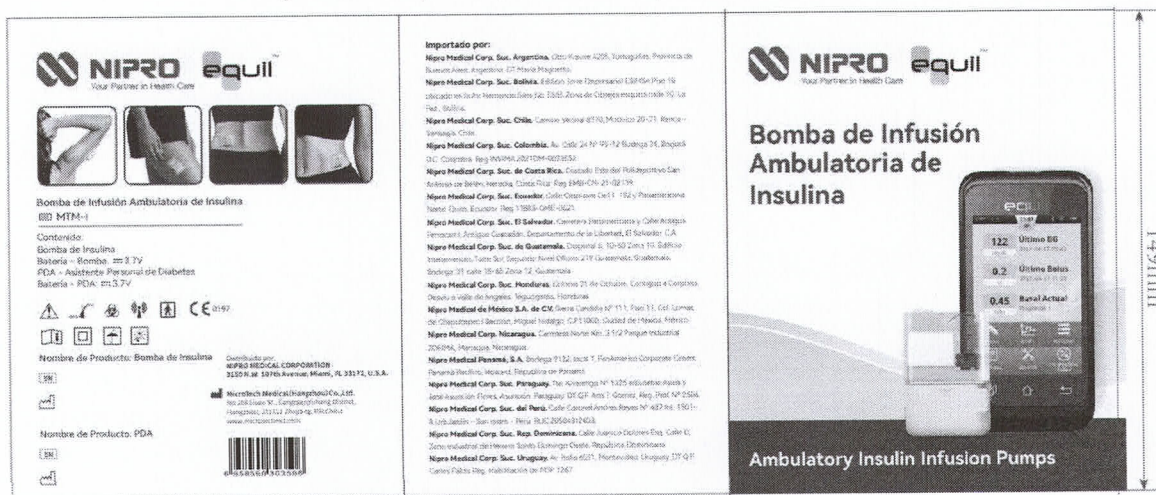

Figura 5: Rótulo provisto por el fabricante para Bomba de infusión ambulatoria.
5. Inserte la unidad de cánula en el insertador. Empuje la unidad de cánula en el insertador hasta que el ensablaje de la cánula se encuentre en la posición amortiguada y escuche dos sonidos "clic". La cánula está conectada firmemente al insertador de la cánula y este se encuentra firmemente en posición amortiguada (Figura 5).
- ⑥ Empuje la varilla de extracción lentamente en la dirección de la flecha hacia arriba para eliminar las burbujas de aire del reservorio. Tire de la varilla de extracción lentamente en la dirección de la flecha hacia abajo hasta que el reservorio vuelva a estar lleno con la cantidad de insulina deseada (Figura 5).